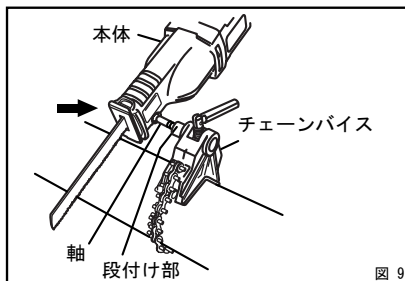
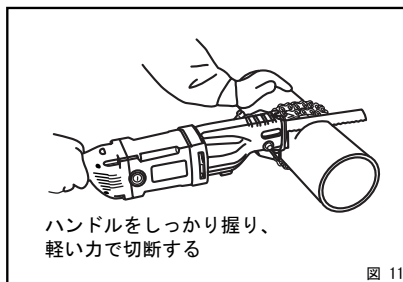

図 9
図 11
- (3) 本体の先端部の穴をチェーンバイスの軸に合わせ、軸の段付け部に突き当たるまでさし込みます(図9、10)
- (4) 本体を引張ってみて軸の溝にボールプランジャネジの先端のボールが入ったことを確認してください
- (5) 加工物にのこ刃を当てた状態で、スイッチを入れ徐々に切り込んでいきます。のこ刃に力をかけすぎると刃の早期摩耗やモーター加熱の原因となりますので、無理に力をかけず軽い力で切断してください。(図11)